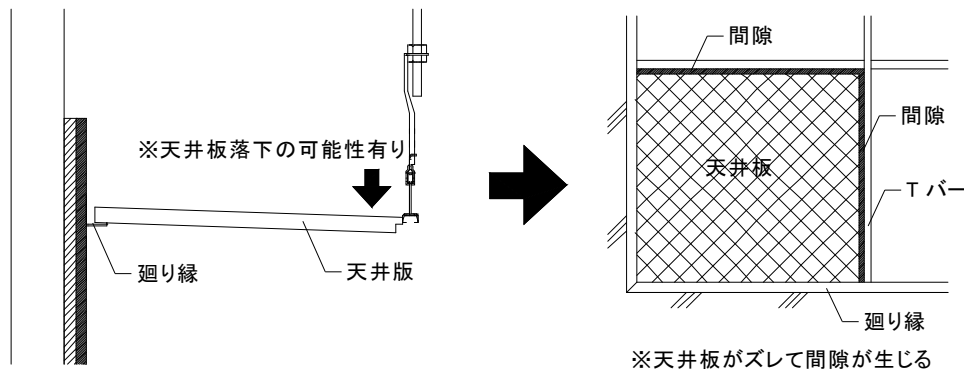

図2-8-1 天井板切断の誤り例(指定寸法より短い場合)
②壁際周辺の天井板については、現場で必要寸法を実測して切断し天井板を載せ掛ける。設置時は、以下の点に留意すること。
5) 壁際やコーナー部の天井板を設置の際、指定寸法より短い場合はTバーとの間に隙間が空き天井板が落下する恐れがある為、必ず指定寸法で切断すること。(図2-8-1参照)